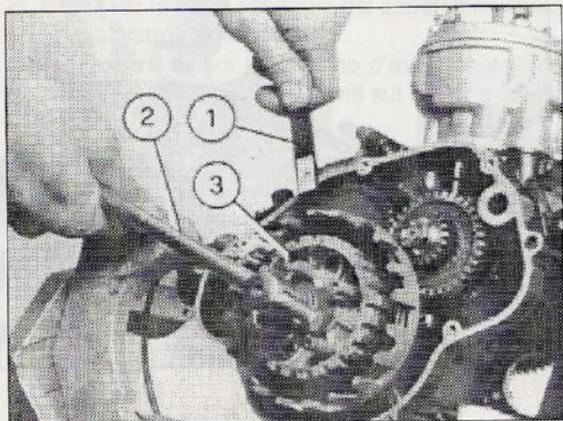
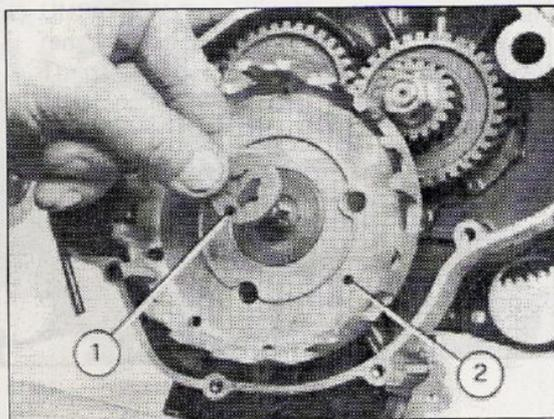
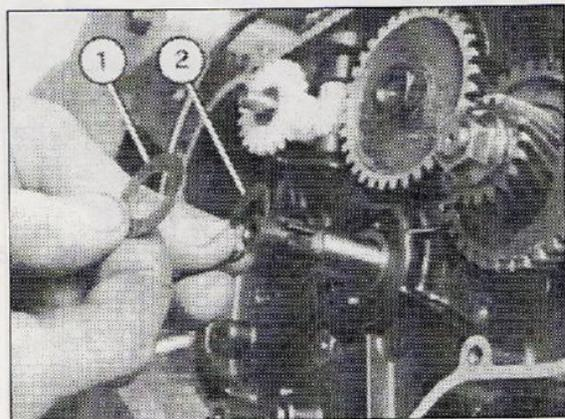

Fig. 7
Fig. 8
Fig. 9
9) **RADRIZZARE** la linguetta della rondella di arresto sotto il dado che fissa il tamburino frizione (3-Fig. 7). Poi usando l'apposita chiave di fermo (1-Fig. 7) ed una chiave a "T" da 17 mm (2-Fig. 7) svitare completamente il dado di fissaggio del tamburino frizione togliendolo.
9) **STRAIGHTEN** the tab of the tongued washer under the nut that holds the clutch drum (3-Fig. 7). Then, using the special locking wrench (1-Fig. 7) and a 17 mm "T" wrench (2-Fig. 7), completely unscrew the hexagon nut of the clutch boss and remove it.
- 10) SFILARE nell'ordine il tamburino frizione (3-Fig. 7), il distanziale (1-Fig. 8) - l'ingranaggio frizione (2-Fig. 8) - la rondella rasamento (1-Fig. 9) - la rondella conica (2-Fig. 9) facendo attenzione al senso in cui è posizionata per rimontarla successivamente in modo corretto.
- 10) REMOVE the following pieces in this order: clutch boss (3-Fig. 7) - collar (1-Fig. 8) - driven gear (2-Fig. 8) - washer (1-Fig. 9) - conical spring washer (2-Fig. 9), paying attention to the direction in which they are assembled so as to reassemble them correctly afterwards.